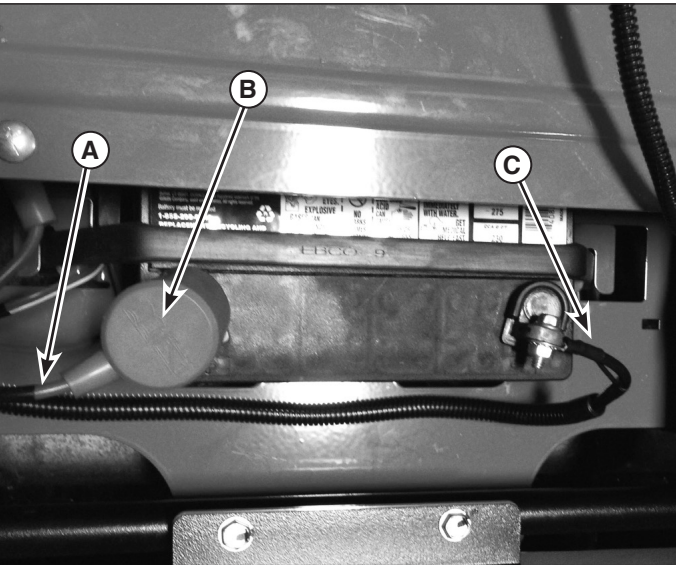

Figura 16
1. Desconecte los cables de la batería, primero el cable negativo (C, Figura 16).
3. Vuelva a instalar la batería y conecte nuevamente los cables, conecte primero el cable positivo (A).
5. Asegúrese de colocar la cubierta del terminal (B) sobre el terminal positivo de la batería.